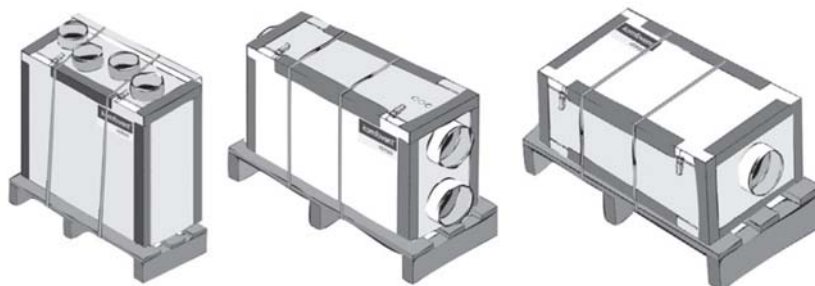

Рисунок 3 – ВУ, подготовленные к транспортировке и хранению
4.1.1 При отгрузке с завода ВУ подготовлены к транспортировке и хранению (Рисунок 3). ВУ упакованы таким образом чтобы избежать повреждений и попадания пыли при хранении и транспортировке.